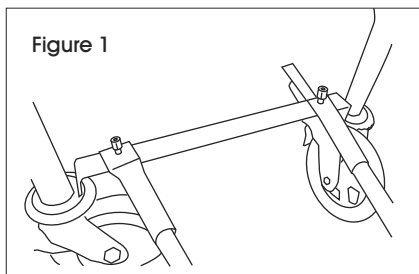

Figure 1
1. Attach X-Support Pole (E) to the bottom of Caster/Frame (C) using 3/8" nuts (A). Tighten nuts firmly, but not completely, in order to retain flexibility. Repeat process for the other Caster/Frame (C).
**Note:** If the holes at the end of each X-Support Pole (E) do not line up, lightly tap the ends with a hammer until holes line up. (See Figure 1)
**REMARQUE :** Si les trous à l'extrémité de chaque barre de soutien croisée (E) ne sont pas alignés, tapotez les extrémités à l'aide d'un marteau jusqu'à ce que les trous soient alignés. (Voir Figure 1)